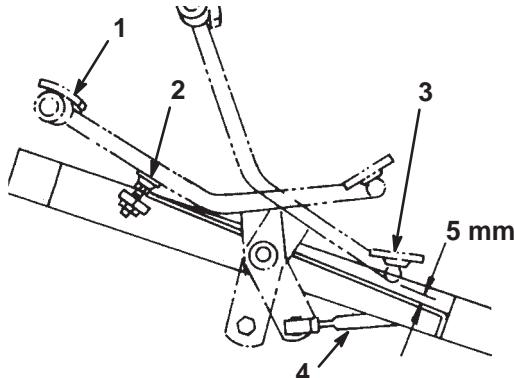

Figure 48
- Appuyez à fond sur le haut (marche avant) de la pédale de déplacement jusqu'à ce que le tiroir de la section N°5 soit complètement sorti. La pédale doit toucher la butée (Fig. 48).
- Vérifiez la distance entre le bas de la pédale et le repose-pied, comme illustré à la Fig. 48. La distance doit être d'environ 5 mm. Si la distance est supérieure ou inférieure à 5 mm, il faut régler la tige de commande de déplacement. Procédez comme suit :
- Enlevez le contre-écrou et la rotule qui fixent la tige de commande (Fig. 48) au pivot de l'arbre de transmission.